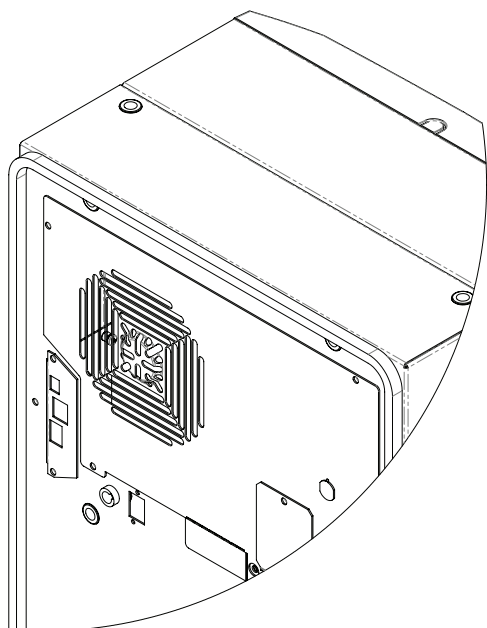

Figura 1
1. Installare la guarnizione nell'unità di raffreddamento, utilizzando il kit di guarnizioni di montaggio fornito con l'unità, vedere Figura 1.